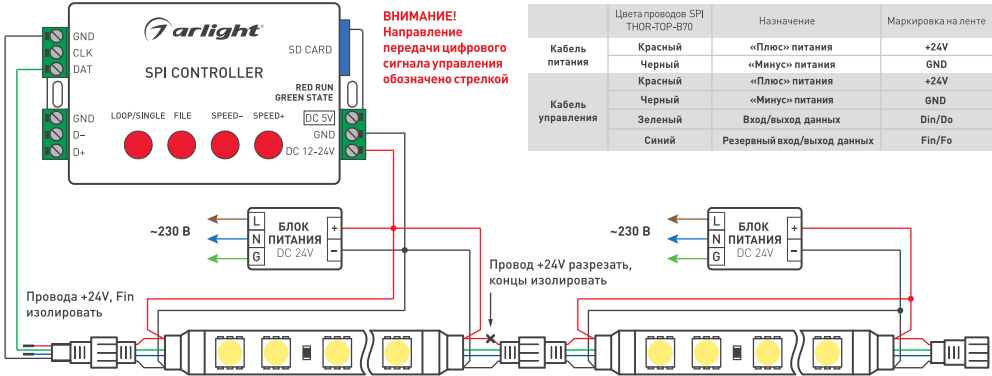

Рис. 1. Схема подключения ленты с использованием SPI-контроллера с одним выходным портом и с использованием отдельных блоков питания
- Подключите ленту в соответствии со схемой (рис. 1). Соблюдайте полярность подключения и направление передачи сигнала (вход/выход). Обращайте внимание на маркировку, нанесенную на печатную плату, и на цвета соединительных проводов.